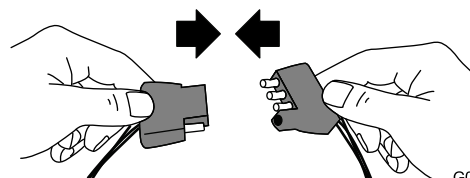

Figura 17
1. Enchufe el conector eléctrico de la máquina en el conector eléctrico del vehículo de remolque (Figura 17).